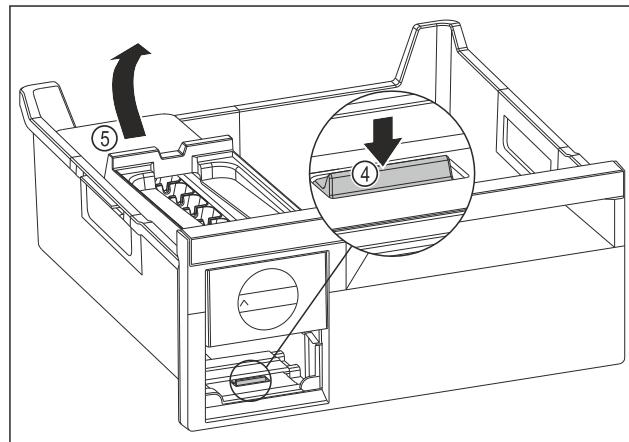

Fig. 112
- Izvadite tijelo sustava EasyTwist-Ice: Pritisnite jezičak Fig. 112 (4) prstom prema dolje i istovremeno drugom rukom podignite tijelo sustava EasyTwist-Ice Fig. 112 (5) straga.